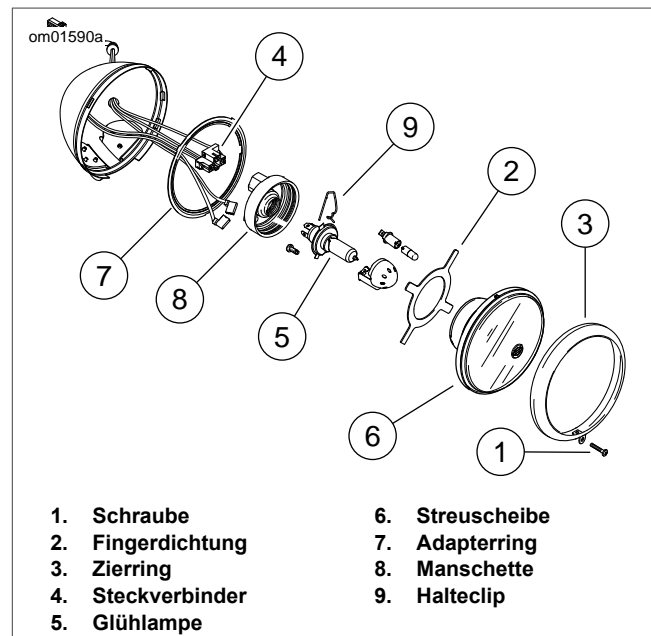

Abbildung 50. Scheinwerfer: XL 1200V/C/CP/CA/CB
- b. **XL 1200V/C/CP/CA/CB:** Siehe Abbildung 50. Die Schraube (1) und den Scheinwerfer-Zierring (3) entfernen.
3. Scheinwerferstreuscheibe/-reflektor halten und die Verriegelungszungen an den Seiten des Glühlampen-Steckverbinders (4) zusammendrücken, um den Steckverbinder von den Glühlampen-Kabelschuhkontakten (5) zu lösen.
4. Die Scheinwerferstreuscheibe (6) und den metallenen Adapterring (7) ausbauen.
5. Die Manschette (8) von der Rückseite der Streuscheibe ziehen.
6. Die Enden des Halteclips (9) zusammendrücken, um ihn aus den eingekerbten Haltetaschen auszuhaken. Den Halteclip zurückdrehen.